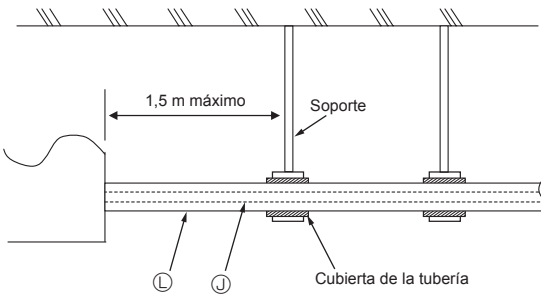

Fig. 7-6
- Tome la Fig. 7-6 como referencia.